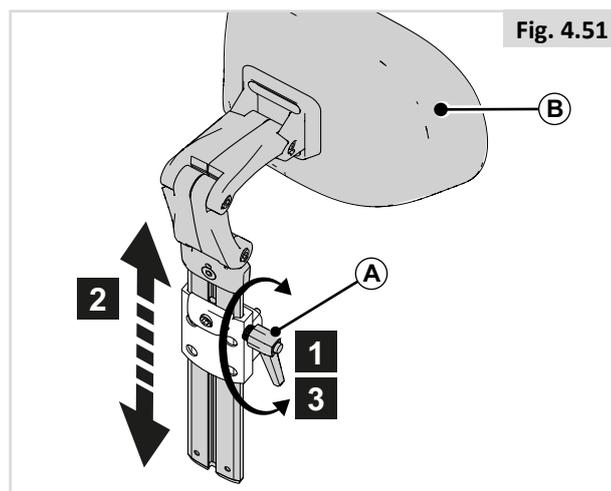

Fig. 4.51
**Hauteur de l'appui-tête (Fig. 4.51)**
1. Desserrez (A) de quelques tours.
2. Réglez (B) à la position désirée.
3. Resserrez (A).